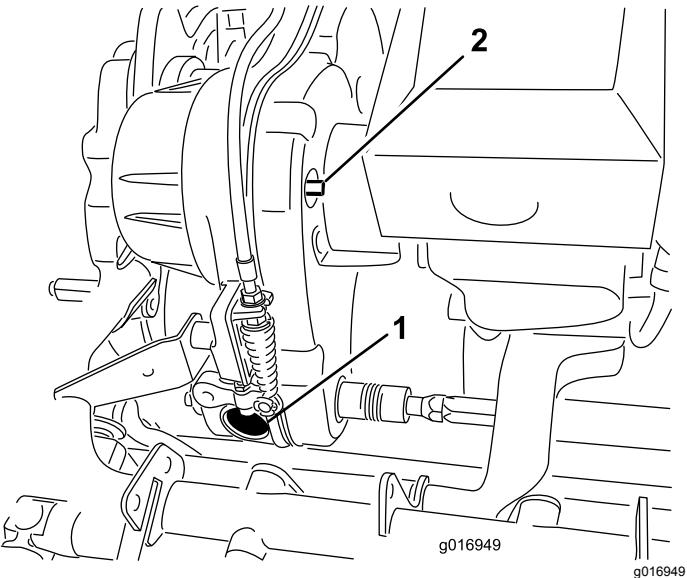
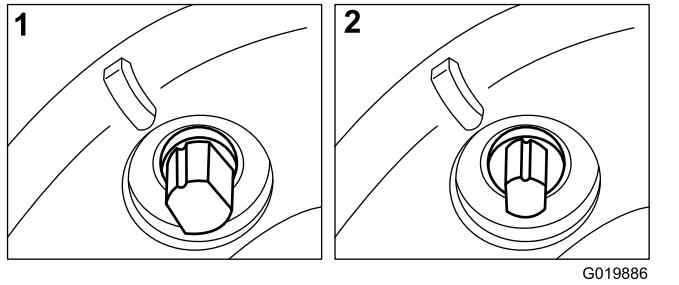

Figure 46
Figure 47
Retirez l'obturateur en caoutchouc (Figure 46) qui occupe le trou à l'avant de la transmission pour pouvoir observer l'embrayage du cylindre quand vous effectuez les réglages.
La courroie de transmission est tendue par une poulie rappelée par ressort. Si vous devez engager ou désengager le tendeur de courroie, utilisez une clé de 3/8 pouce pour tourner l'arbre d'engagement/désengagement (Figure 46) à la position voulue. Tournez l'arbre de 1/4 de tour (90°) dans le sens horaire pour désengager la poulie de tension de la courroie (Figure 47).
- Remarque:** Retirez l'obturateur en caoutchouc (Figure 46) qui occupe le trou à l'avant de la transmission pour observer l'embrayage.